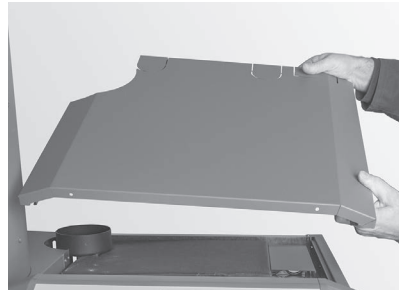

Fig. 64 Abdeckung oben abheben
- ▶ Abdeckung oben abheben – Fig. 64.